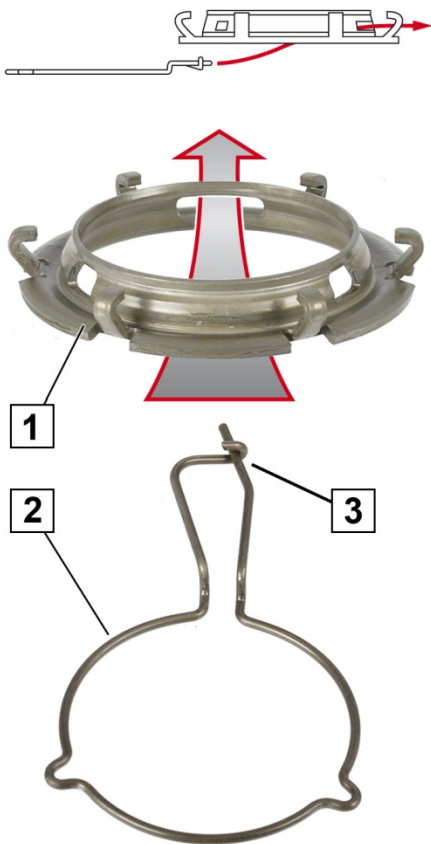

Fig. 1: Montering av koblingsring og lastring
1. Forbind koblingsringen (1) og lastringen (2) med hverandre (fig.1) → Koblingsring med lastring (6).
1. Forbind koblingsringen (1) og lastringen (2) med hverandre (fig.1) → Koblingsring med lastring (5).